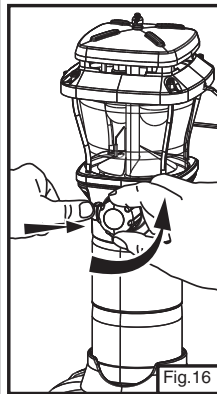

Fig. 16
- Gire la válvula a encendido y oprima el botón de encendido repetidas veces para encender las mantillas. (Fig. 16)